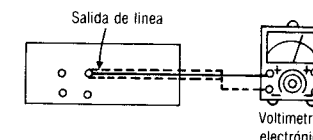

Fig. 4
1. La conexión del equipo de prueba se muestra en la Fig. 4.